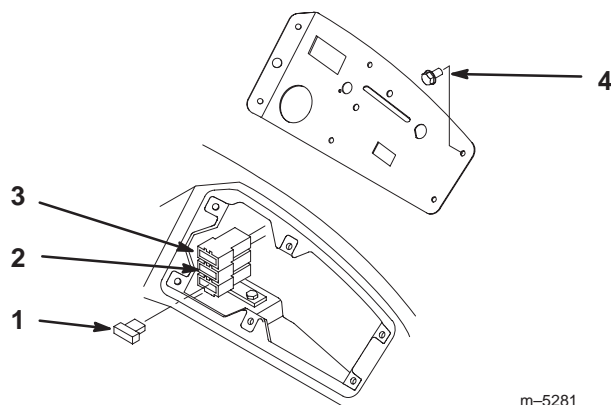

Bild 90
1. Entfernen Sie die Schrauben vom Armaturenbrett, um Zugang zu den Sicherungsfassungen zu erhalten (Bild 90).
2. Ziehen Sie die Sicherung zum Austauschen nach oben (Bild 90), um sie zu entfernen.